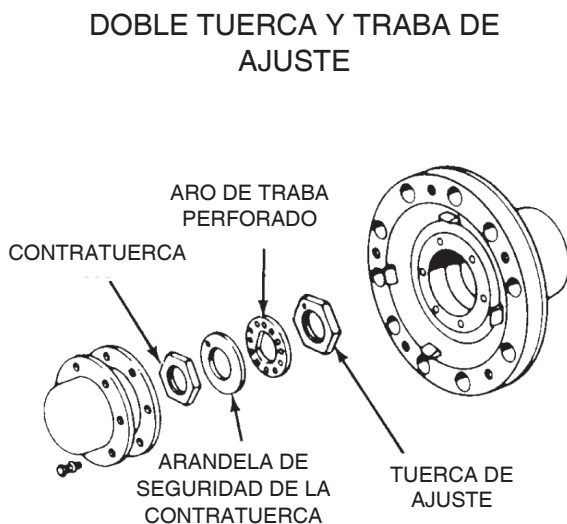

Figura 41
- b. Retire la contratuerca, la arandela de seguridad, el aro perforado y la tuerca de ajuste de la punta de eje. Figura 41.
- b. Retire la tuerca de ajuste y la arandela "D" o chaveteada conforme el caso de la punta de eje. Figura 41.